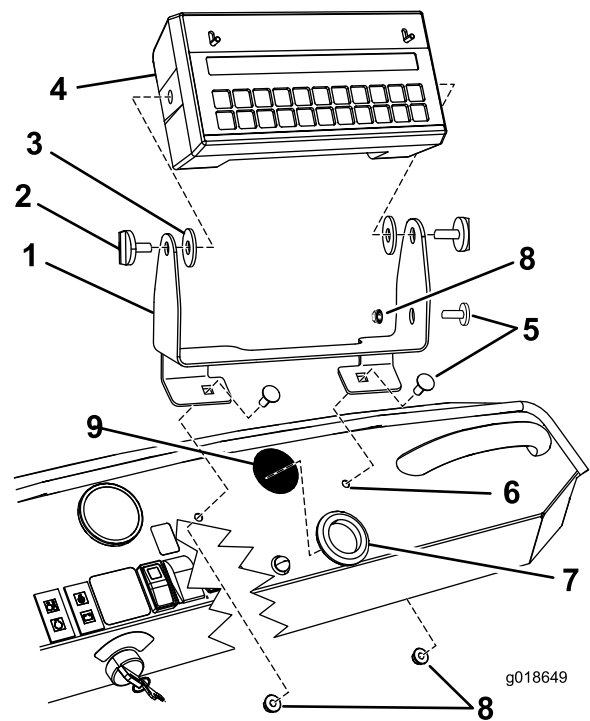

图2
- 如 图2 所示，将安装支架安装到仪表板上，并用 2 个车身螺栓 (5/16 x 3/4 英寸) 和 2 个锁紧螺母 (5/16 英寸) 固定。
7. 借助 2 个手动旋钮（图2）将电脑控制台装配到安装支架上。